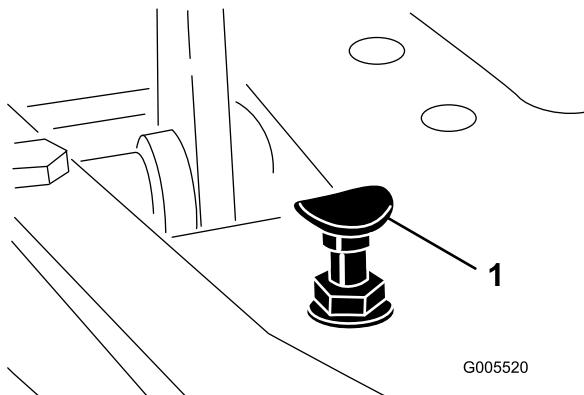

Figura 56
Per ottenere la velocità massima di trasferimento mettete la leva di comando delle funzioni in posizione di trasferimento, e premete il pedale di trazione. Se il pedale tocca il fermo (Figura 56) prima che avvertiate la tensione sul cavo:
- Spostate la leva di comando delle funzioni in posizione di trasferimento e allentate il dado di bloccaggio che fissa il fermo del pedale alla piastra di appoggio (Figura 56);